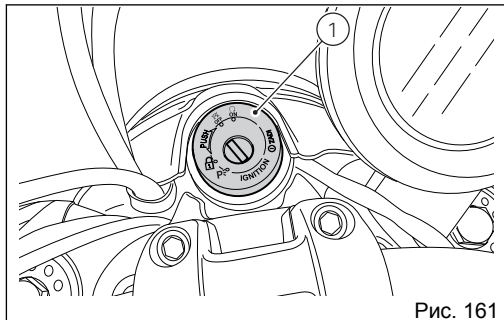

Рис. 161
Установите переключатель зажигания в положение (1, Рис. 161). Проверьте, чтобы на приборной панели горели зеленая контрольная лампа N (A) и красная контрольная лампа  (B).